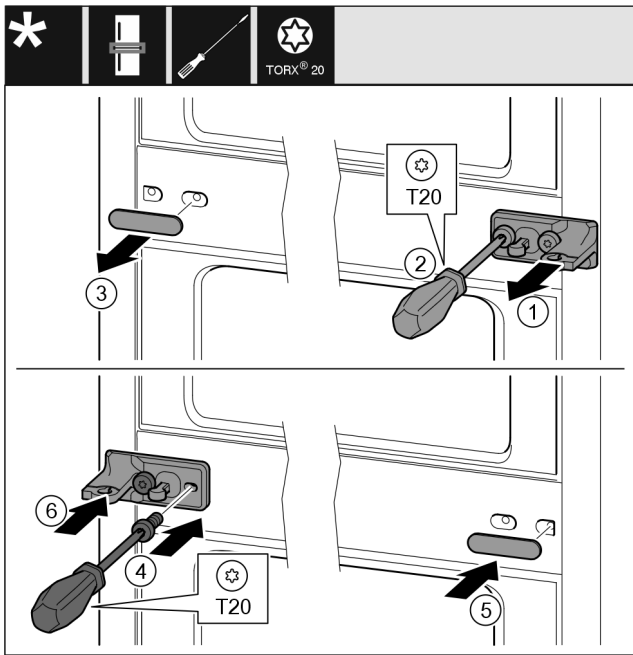

Fig. 33
- ▶ Stiahnite podložku. Fig. 33 (1)
- ▶ Skrutkovačom T20 vyskrutkujte skrutky. Fig. 33 (2)
- ▶ Opatrne stiahnite kryt. Fig. 33 (3)
- ▶ Ložiskovú konzolu s fóliou priskrutkujte otočenú o 180° na druhú stranu. Fig. 33 (4)
- ▶ Kryt pripievte otočený o 180° na druhú stranu. Fig. 33 (5)
- ▶ Podložku nasuňte spredu. Fig. 33 (6)